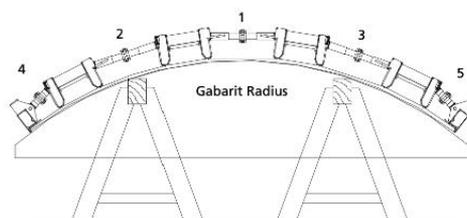

Fig. 7.1
- 2.) Procéder au réglage du cintre. Pour cela, serrer les broches une à une en suivant l'ordre indiqué par les Fig. 7.1 et 7.2.